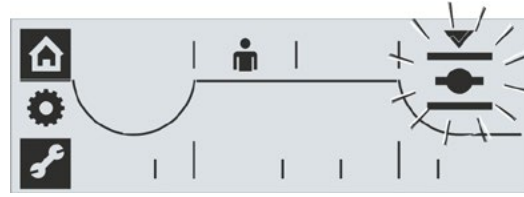

Fig. 4: Yderstillingen ÅBN er valgt
4. Gem den valgte lukkeretning: Tryk på Drive Controller. Den valgte lukkeretning gemmes, og displayet skifter til ÅBN-yderstilling. ÅBN-symbolet blinker (fig. 4).
I eksemplet, der er beskrevet her, er det yderstillingen ÅBN (fig. 4).